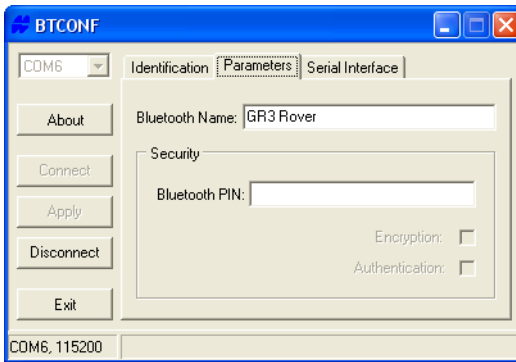

Figura 2-22. Pestaña de Parámetros de BTCONF
5. Haga clic en la pestaña **Parameters** (Figura 2-22). La pestaña Parameters define la información de identificación y seguridad de su módulo Bluetooth. La sección de seguridad le permite definir datos de seguridad y los parámetros de acceso no autorizado para el módulo Bluetooth.